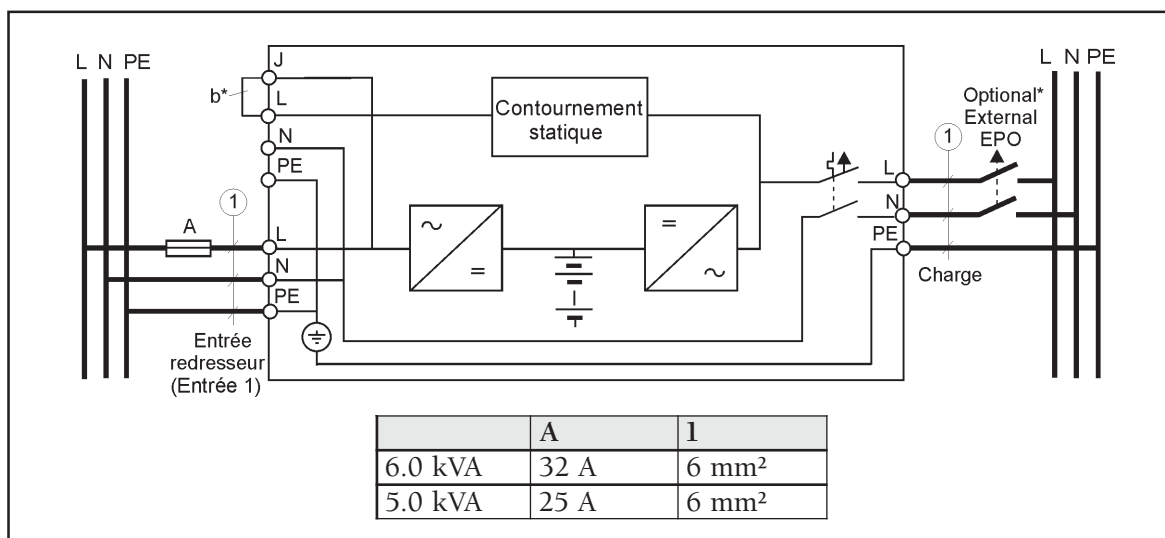
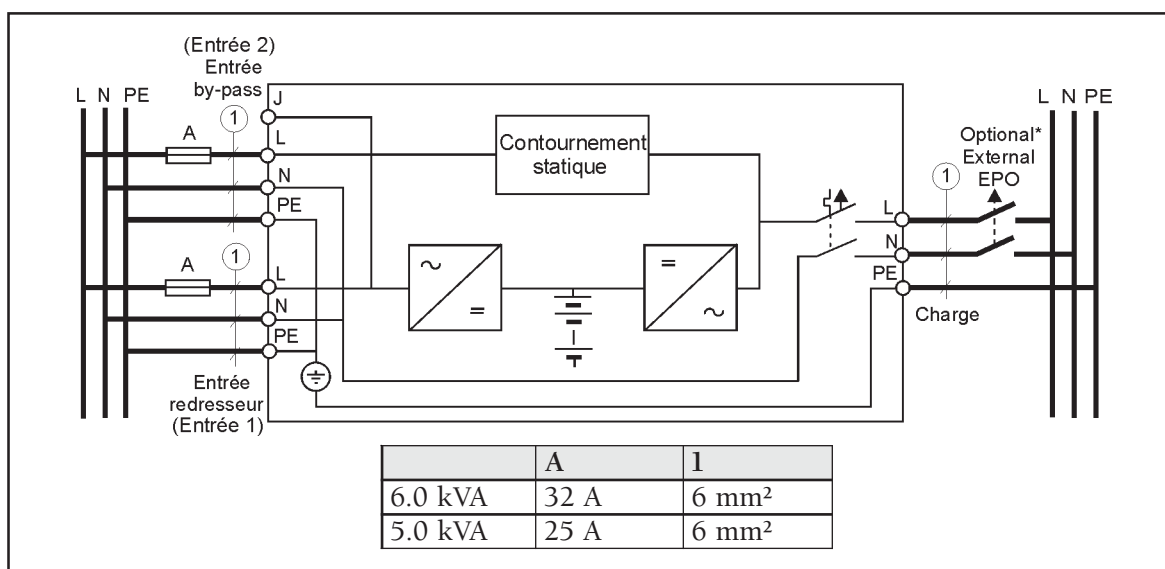

Fig. 4.
Fig. 5.
- Vérifiez que les connexions électriques au site d'installation ont été réalisées dans les règles de l'art. Vérifiez également la puissance des fusibles et les dimensions des câbles par rapport aux figures 4 et 5.
- Connectez l'onduleur selon le schéma de montage suivant (voir la fig. 4 pour l'entrée à câble unique et la fig. 5 pour l'entrée à deux câbles). Si vous envisagez une installation à deux câbles, il faut retirer le cavalier d'interconnexion (b*). (Voir figure 4.)
- Le contact d'arrêt d'urgence (Emergency Power Off ou EPO) est situé à l'arrière de l'appareil. Si ce contact est ouvert, le circuit logique coupera immédiatement la sortie de l'onduleur, voir fig. 4 et 5. L'utilisation de ce contact reste optionnelle.
- Remarque!: si, localement, des règles de sécurité exigent un EPO externe, celui-ci devra être câblé selon les figures 4 et 5.